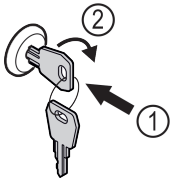

Fig. 142
- ▶ Вдавити ключ. Fig. 142 (1)
- ▶ Повернути ключ на 90° за годинниковою стрілкою. Fig. 142 (2)